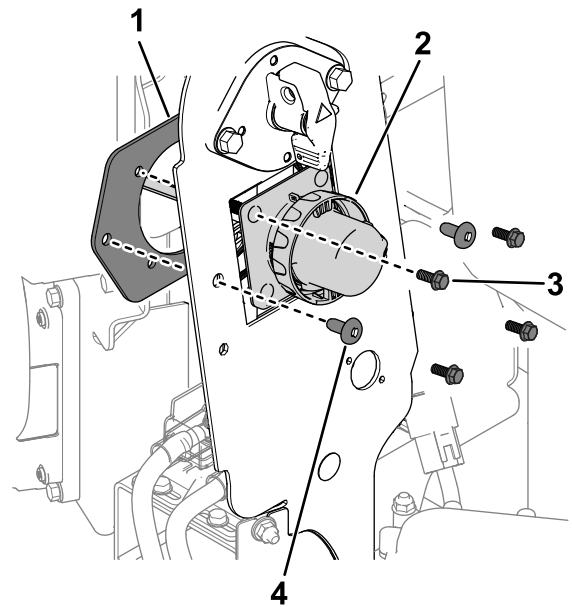

Bild 2
2. Entfernen Sie die Befestigungselemente, mit denen der Anschluss des Ladegeräts und die Anschlussplatte an der Rahmenplatte befestigt sind (**Bild 2**).